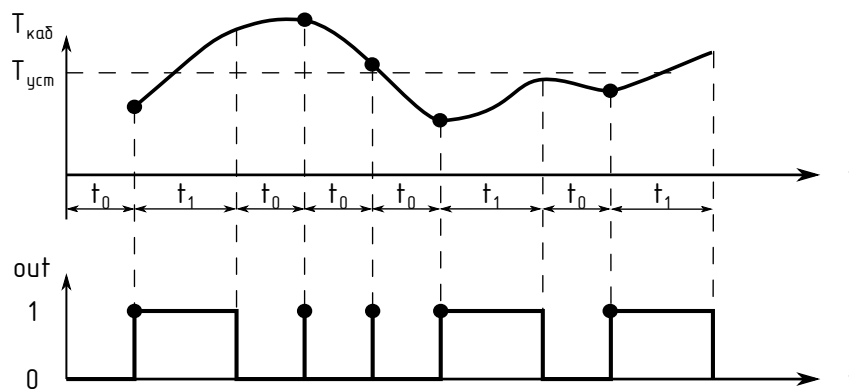

Рисунок 2.5 – Режим работы «По току саморегулирующегося кабеля»
- «По току саморегулирующегося кабеля» («Cable Current»). Периодическое включение линии в зависимости от тока через саморегулирующийся греющий кабель (см. рис. 2.5). В выключенном состоянии линии с определенным интервалом (T_0) производится измерение мгновенного тока путем подачи кратковременных импульсов напряжения в нагрузку. Из полученного значения косвенно вычисляется температура кабеля путем интерполяции значений тока и температуры, полученных при настройке данного режима. Это значение температуры сравнивается с уставкой температуры и принимается решение о необходимости включения линии на заданное время (T_1).